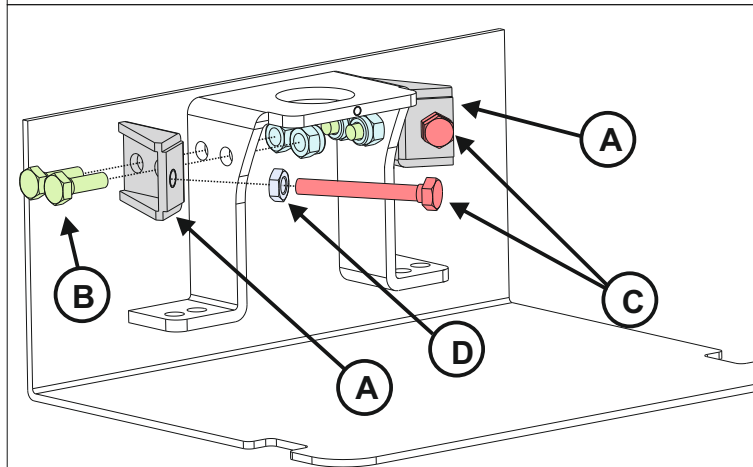

Fig. 3
3. Insérer les deux vis de butée « C » dans les logements spéciaux sur les supports de butée à l'aide des boulons appropriés « D », comme indiqué dans (Fig. 3 et Fig. 4)